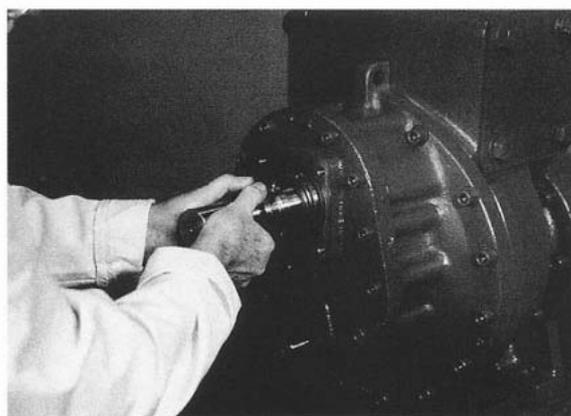

Рис. 17
6. Аккуратно снимите уплотнение вала с впускного вала. (Рис. 17) Снимите неподвижное седло приводного вала и уплотнительное кольцо из корпуса уплотнения.